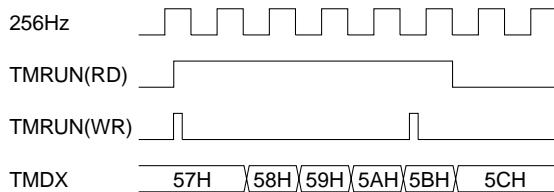

図5.9.4.1 RUN/STOP制御のタイミングチャート
- (1) 計時タイマはレジスタTMRUNへの書き込みに対して、256Hz信号の立ち下がりエッジに同期して実際にRUN/STOP状態となります。
- 図5.9.4.1にRUN/STOP制御のタイミングチャートを示します。